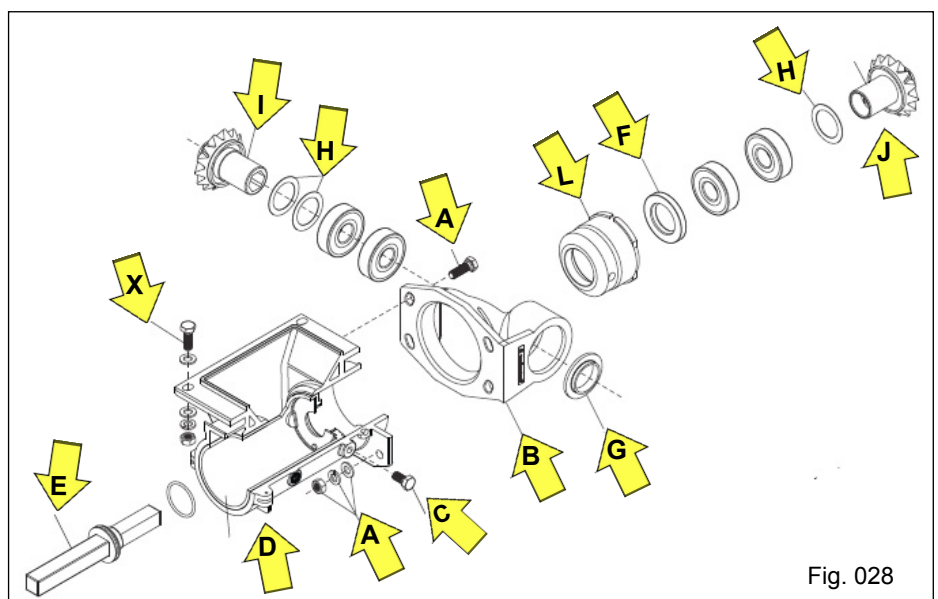

Fig. 028
e) Para a troca, limpeza ou substituição dos rolamentos e componentes do conjunto, retire o conjunto dosador da plantadora através da remoção do eixo acionador e buchas de união, afrouxe e retire os parafusos de fixação do dosador na base do distribuidor. A seguir retire os quatro parafusos e porcas “A” de fixação do mancal suporte dos pinhões de transmissão “B”, afrouxe e retire os parafusos “C” de fixação do revestimento “D”, retirando a seguir o conjunto. Retire o eixo acionador “E” e remova a bucha “L” dos mancais do rolamento e retentor “F”, fazendo a limpeza ou substituição necessária (Fig. 028).
Observe se há necessidade de montar arruelas de ajuste “H” nos pinhões “I e J”. Havendo necessidade de substituição dos pinhões, troque as tuas peças, ou seja o pinhão motriz “I” e o pinhão movido “J”. O retentor “F” deve ser substituído pois o mesmo sofrerá danos no procedimento de desmontagem do conjunto. Aproveite para verificar as condições do parafuso “X”, caso os mesmos apresentarem corrosão excessiva, deve substituir por parafuso de inox (Fig. 028).